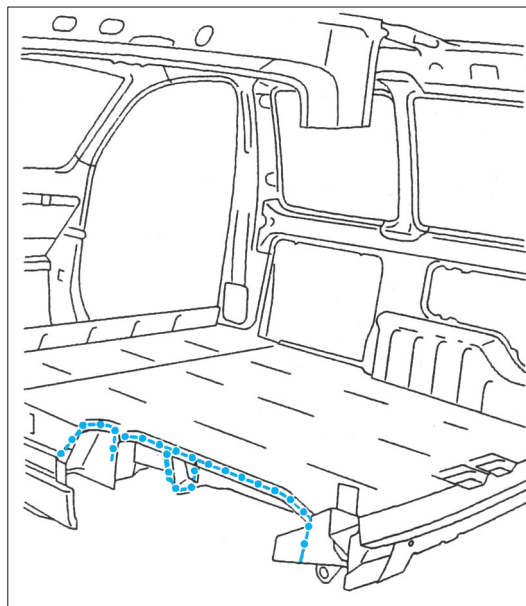

FIG. 150
- Préparer les bords d'accostage et les protéger par un apprêt soudable (Fig.150).